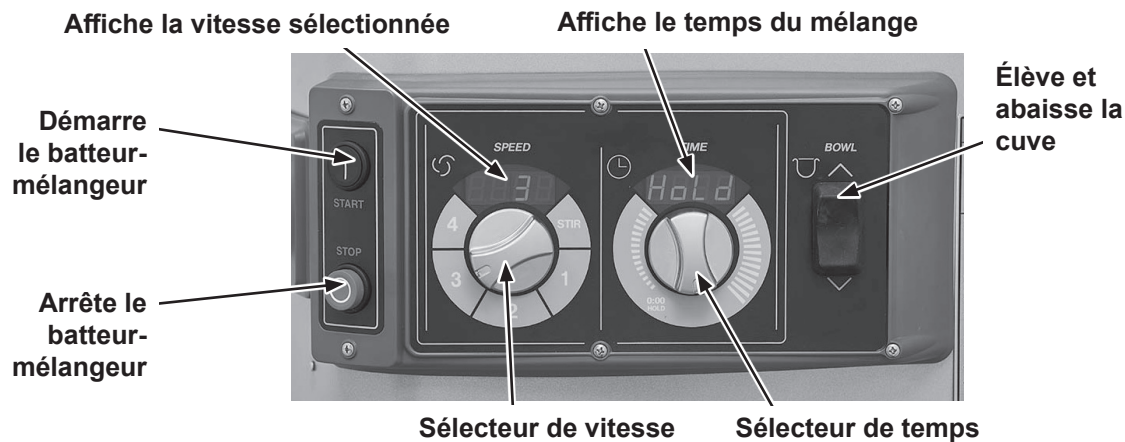
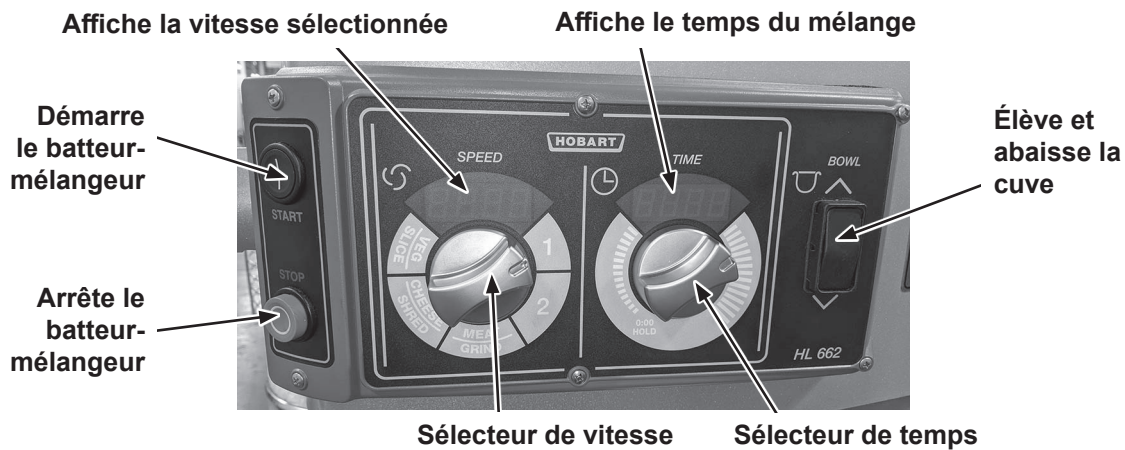
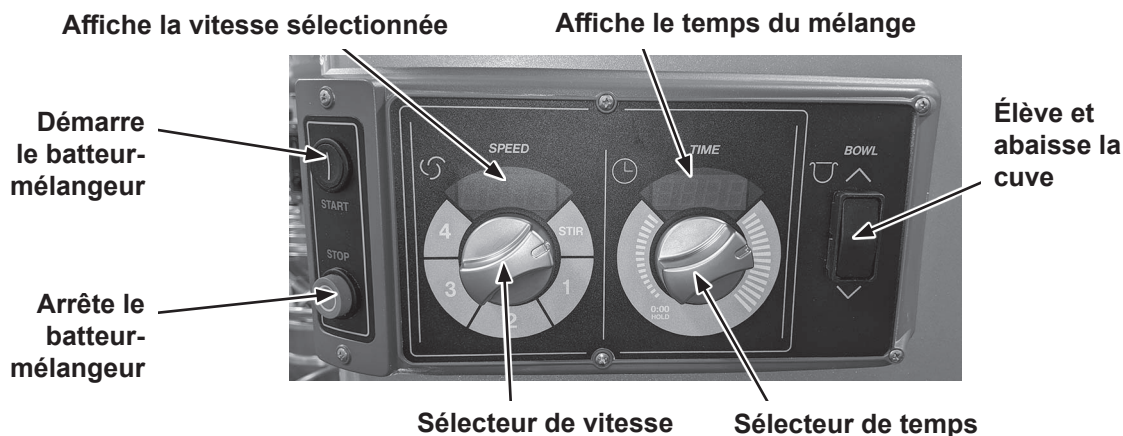

Fig. 6
Fig. 7
Fig. 8
1. Abaissez le porte-cuve en appuyant sur la flèche vers le bas du commutateur du monte-cuve (fig. 6, fig. 7 et fig. 8).
1. Abaissez la cuve en appuyant sur la flèche pointant vers le bas du commutateur du monte-cuve tout en la maintenant enfoncée (fig. 6, fig. 7 et fig. 8).
2. Abaissez la cuve en appuyant sur la flèche pointant vers le bas du commutateur du monte-cuve tout en la maintenant enfoncée (fig. 6, fig. 7 et fig. 8).